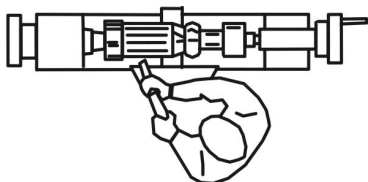

Рис. 3
3.3.1 Рабочее положение оператора (рис.3):